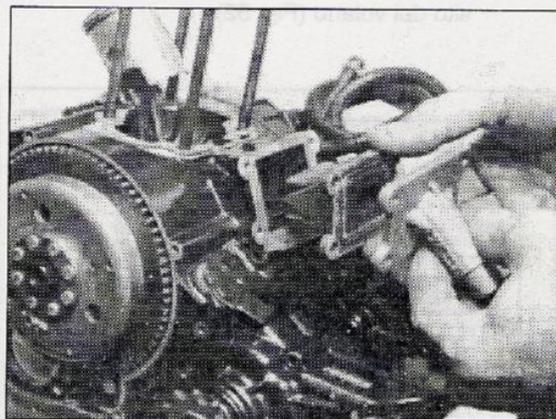

Fig. 50
- 23) MONTARE il gruppo di immissione lamellare (Fig. 50) e successivamente il collettore di aspirazione bloccando le quattro viti in modo uniforme e diametralmente opposto con $0,9 \pm 1,1$ kgm.
- 23) FIT the reed valve (Fig. 50) followed by the suction manifold, locking the four screws evenly and diametrically with a torque of $0,9 \pm 1,1$ kgm.